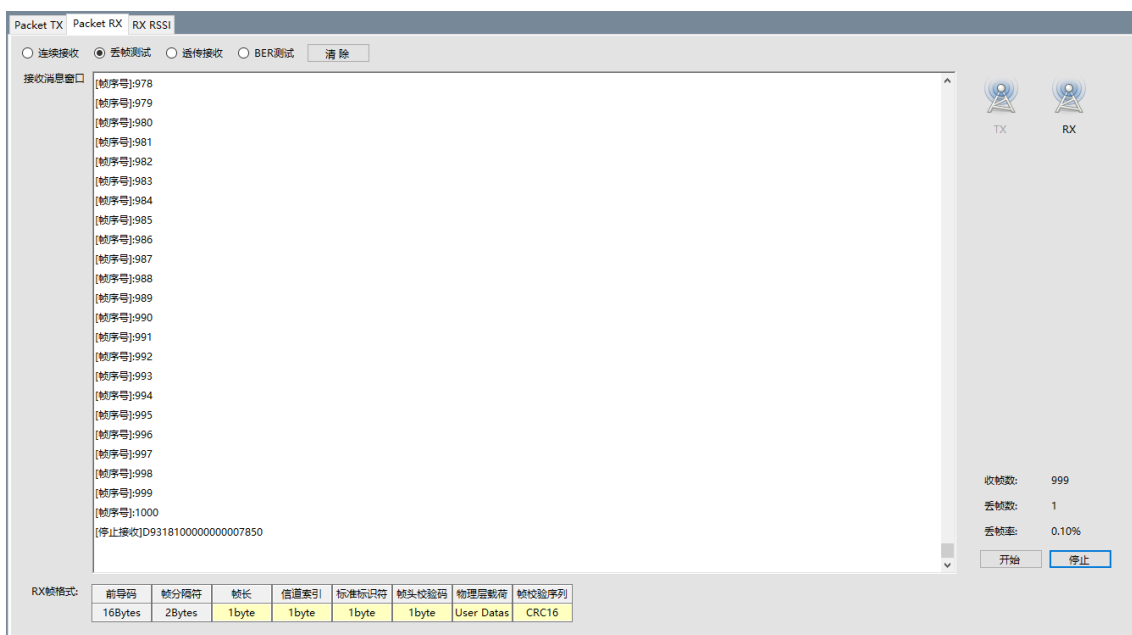

图 3-19 HW3000 Packet RX 功能页面
- ◇ 丢帧测试模式：此模式可以统计丢帧率，发送端固定发送一定的帧数，接收完毕后，点击“停止”按钮，系统会根据收帧数和丢帧数，自动计算出丢帧率。例如，发送端发送 1000 帧数据，接收端接收到 1000 帧数据，故丢帧率为 0.00%，如图 3-19 所示，